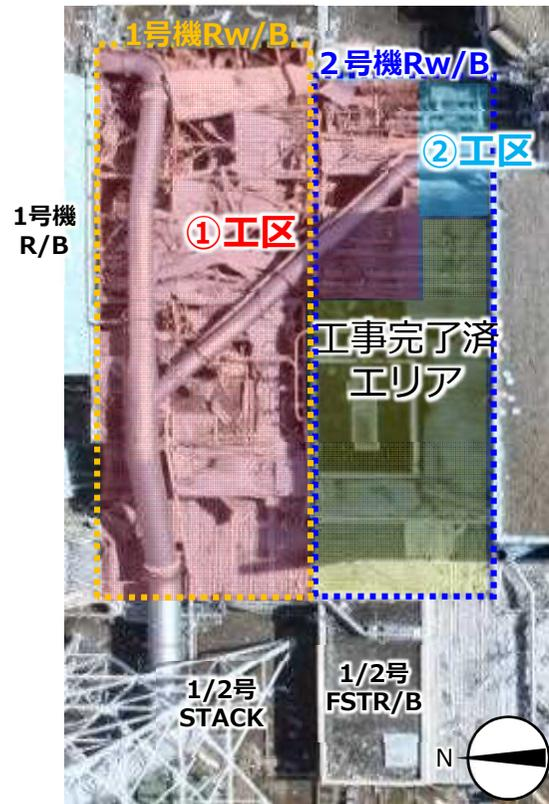

図1 1/2Rw/B周辺写真
- 2019年12月より2号機Rw/B側に着手しており、2020年9月に排水ルート切替を完了している。(図1黄色部分、写真D)